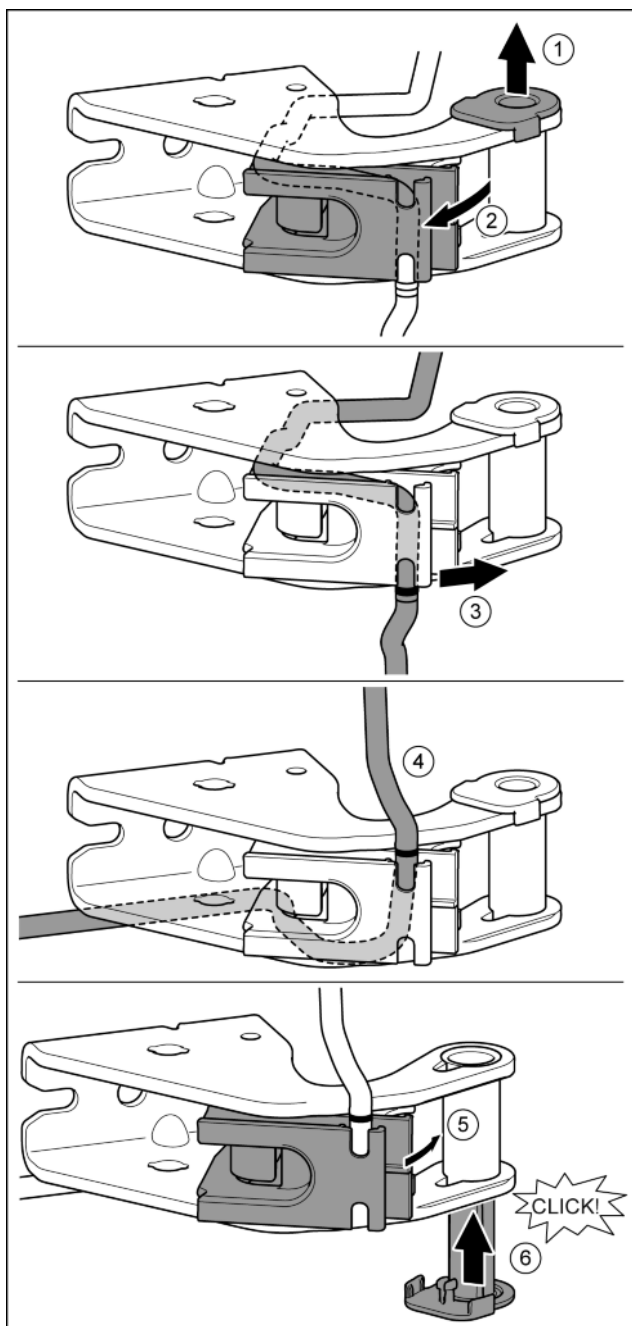

Fig. 26
- ▶ Tuleję łożyskową wyjąć z przewodnicy. Fig. 26 (1)
- ▶ Odchylić mocowanie kabla. Fig. 26 (2)
- ▶ Wyjąć szary kabel z przewodnicy. Fig. 26 (3)
- ▶ Kabel założyć odwrotnie. Fig. 26 (4)
- ▶ Wsunąć mocowanie kabla. Fig. 26 (5)
- ▶ Tuleje łożyskową założyć z drugiej strony i zazębić. Fig. 26 (6)